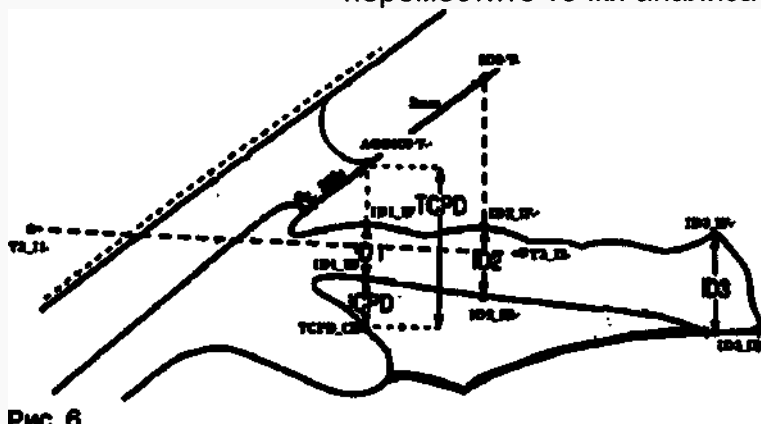

Рис. 6
- 2) Автоматический анализ самостоятельно регистрирует точки анализа для вычисления ID1, ID2, ID3, TCPD, и ICPD (Рис. 6). Однако иногда невозможно определить точки анализа автоматически, что связано с состоянием изображения. В таких случаях результаты анализа содержат только те параметры, которые были успешно проанализированы. Точки анализа иногда отображаются в правильном положении, даже если они не могут быть выявлены автоматически и корректно. Проверьте результаты анализа, и если требуется, переместите точки анализа в нужное положение вручную.